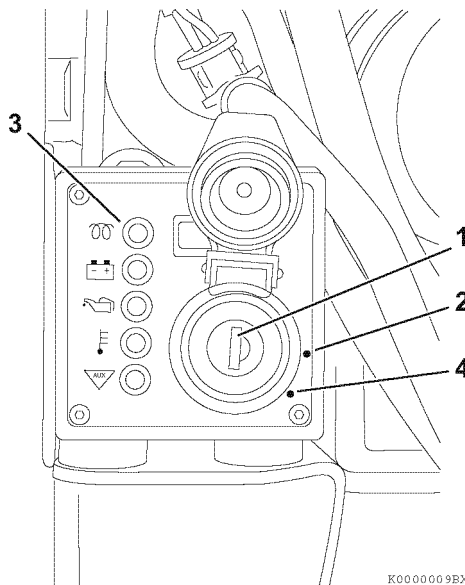
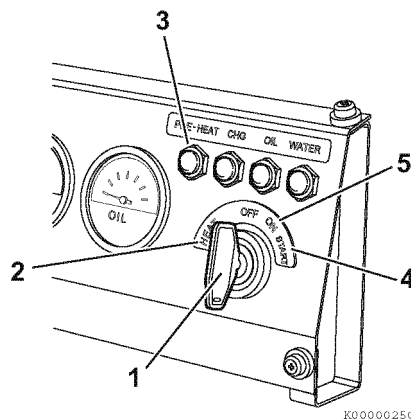

Рисунок 2
Рисунок 3
7. Вставьте ключ в замок зажигания (Рисунок 2, (1)) или (Рисунок 3, (1)).
8. Поверните ключ в положение ON (ВКЛ) (Рисунок 2, (2)) или HEAT (ОБОГРЕВ) (Рисунок 3, (2)). Индикатор предварительного нагрева (Рисунок 2, (3)) мигает в течение нескольких секунд, а затем гаснет. Когда индикатор предварительного нагрева погаснет, двигатель можно запускать.
9. Поверните ключ по часовой стрелке в положение START (ЗАПУСК) (Рисунок 2, (4)) или (Рисунок 3, (4)). Отпустите ключ сразу после запуска двигателя. Он вернется в положение ON (ВКЛ) (Рисунок 2, (2)) или (Рисунок 3, (5)).